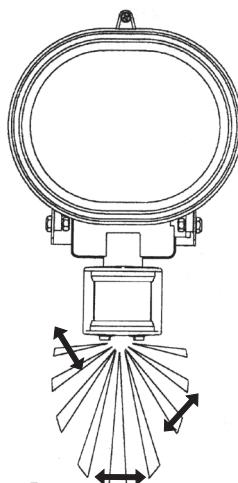

Fig. 1B
- Innan du väljer plats för strålkastaren, tänk på att rörelse tvärs över avsökningsområdet tändar tidigare än rörelse mot eller från (Fig. 1B,C).